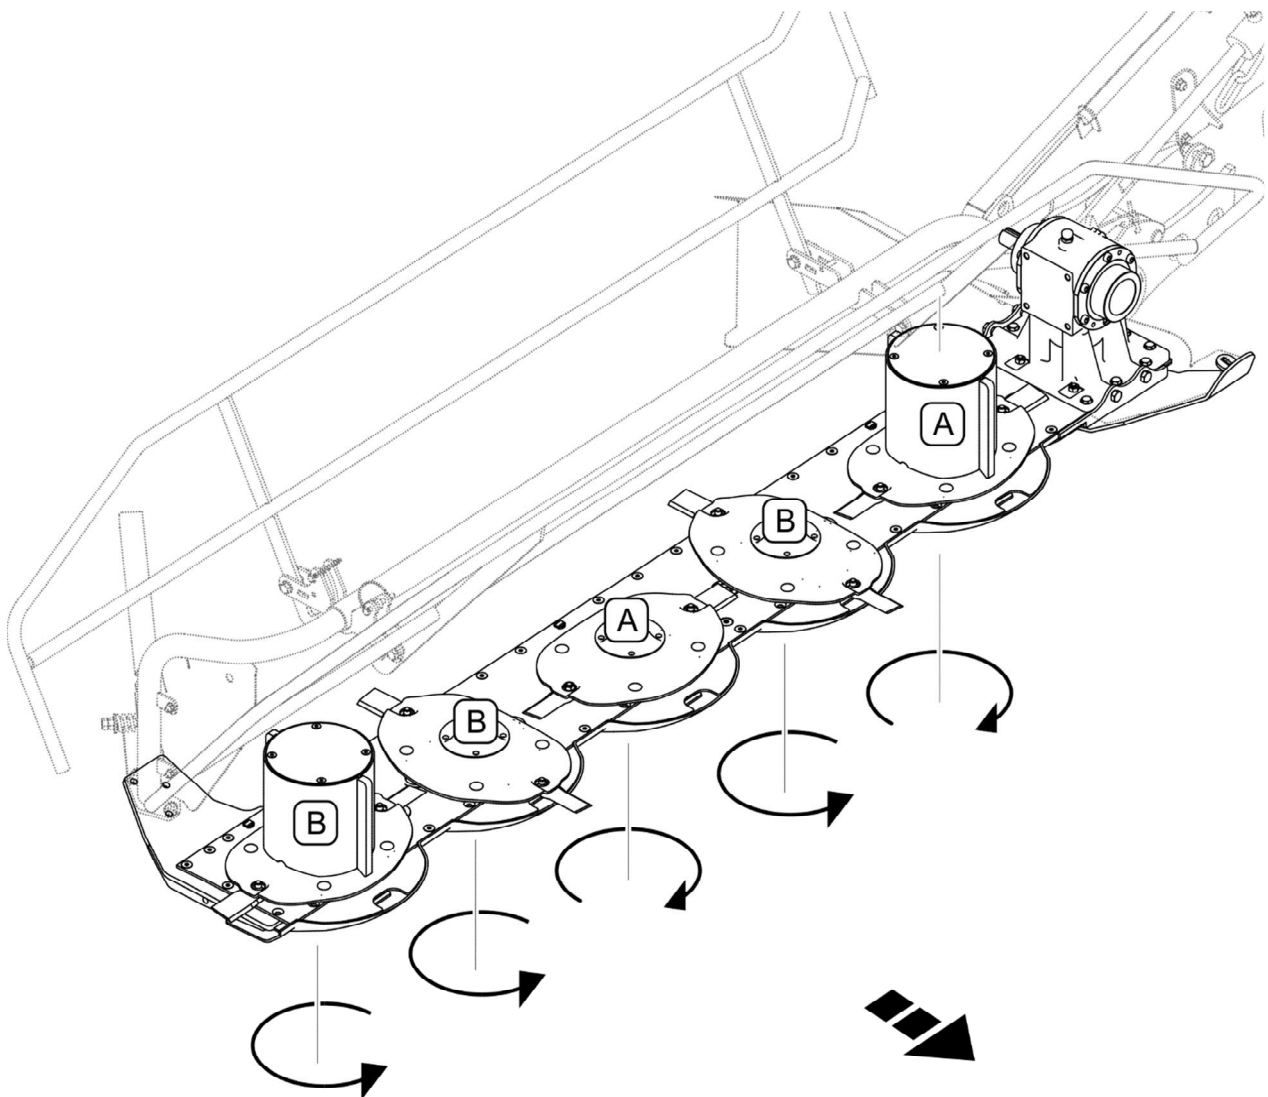

ABBILDUNG 5.2 Messertypen in Abhängigkeit von der Drehrichtung der
Der Mähbalken ist aufgrund der unterschiedlichen Drehrichtung der Schneidescheiben (ABBILDUNG 5.2) mit rechten (A) und linken (B) Messer ausgerüstet. Die Drehrichtung ist auf dem Messer angegeben.